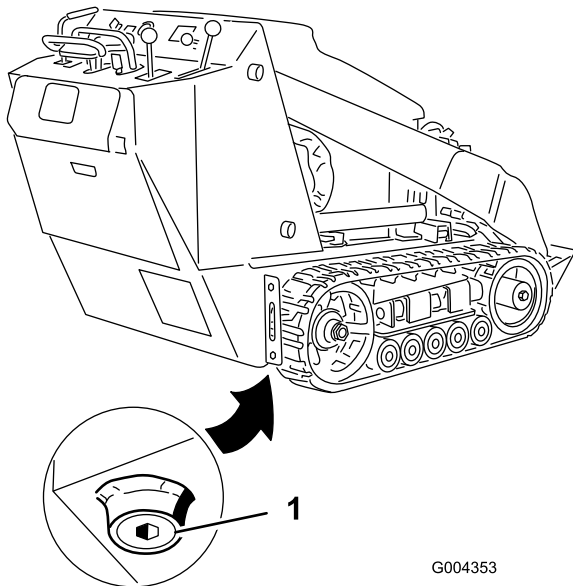

Figura 33
4. Retire o tampão de escoamento (Figura 33).